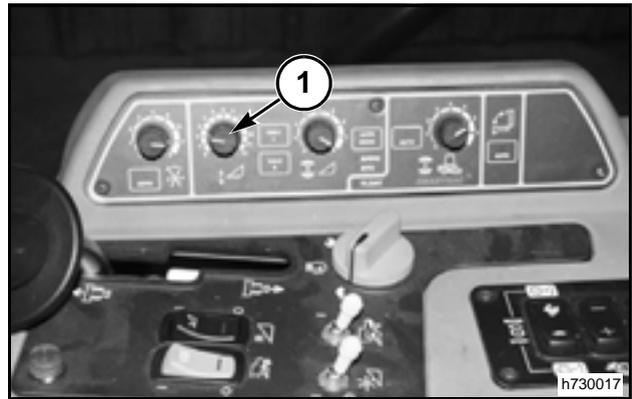

FIG. 97
FIG. 97: El control automático de la altura del cabezal (AHHC) mantiene el cabezal en la altura deseada sobre el nivel del suelo, como determinado por el reglaje de la perilla de ajuste de altura (1), ubicado en el módulo de control automático de la altura de la cabezal.